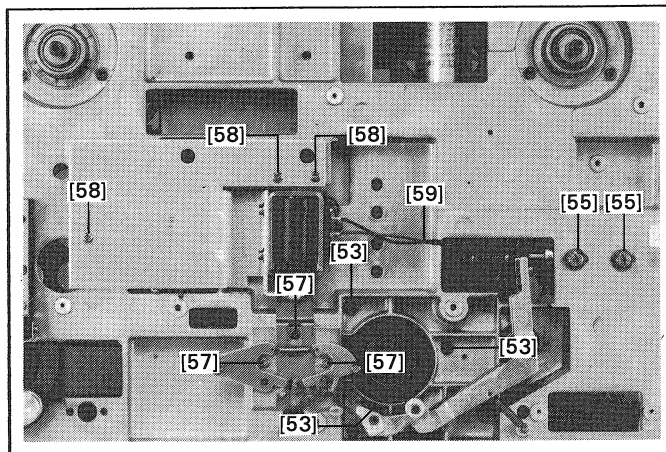

Fig. 25
- Desserrer 3 vis de flasque de moteur son [53] (fig. 25), maintenir en même temps le moteur d'une main et le sortir.
- Desserrer 2 vis [55] (fig. 25) de la fixation de relais de pression et sortir le relais.